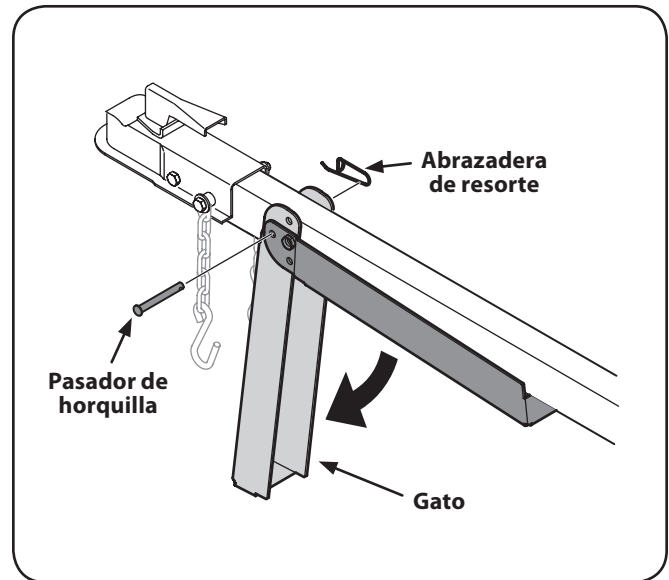

Figura 3-1
7. Retire del gato que está sobre la lengüeta la abrazadera de resorte y el pasador de horquilla y luego gire el gato hacia el suelo, hasta la posición de operación. Vea la Figura 3-1.
8. Sujete el gato en su lugar con el pasador de horquilla y la abrazadera de resorte. Vea la Figura 3-1.